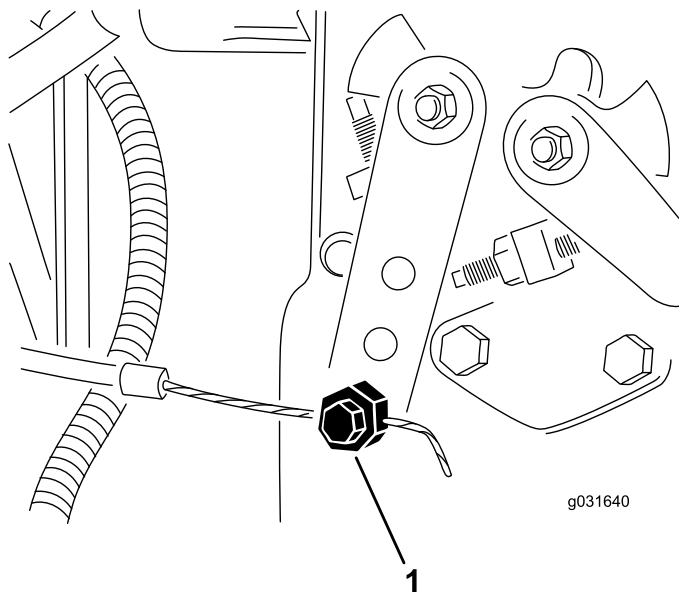

Figura 64
2. Allentate il raccordo del cavo dell'acceleratore sulla leva della pompa di iniezione (Figura 64).